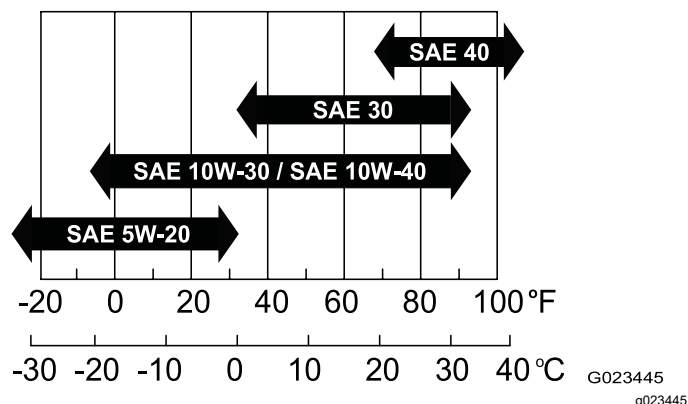

Figure 40
- **Viscosité :** SAE 30 ; reportez-vous au tableau suivant pour d'autres viscosités (Figure 40) :